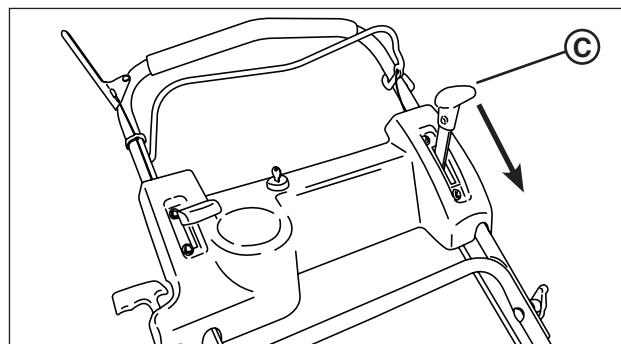

Figure 26 : La commande de vitesse d'avance
1. Déplacer la commande de vitesse d'avance (**A**, Figure 26) à la position < rapide >.